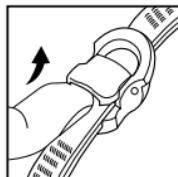
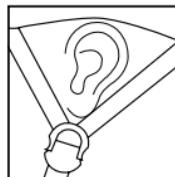

Abbildung 2
Abbildung 3
1. Öffnen Sie die Cam-Lock-Verschlüsse (Abbildung 2). Setzen Sie den Helm auf und schieben Sie die Riemen durch die Verschlüsse, bis sich diese in der richtigen Position befinden (siehe oben, Abbildung 3).
3. Schließen Sie die Cam-Lock-Verschlüsse und fixieren damit die Riemen. Die vorderen und hinteren Riemen sollten an einem Punkt leicht unter und vor den Ohren (ohne diese abzudecken) zusammentreffen (Abbildung 3).